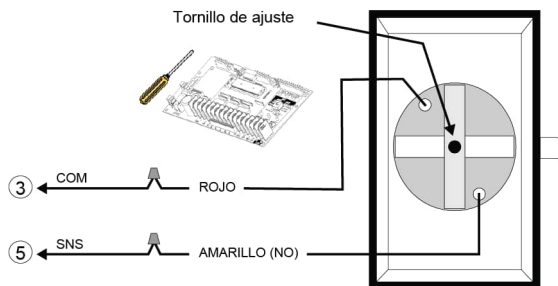
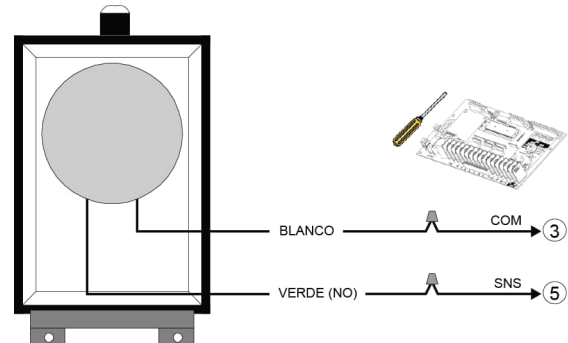

Figura 20 - AIRSWITCH 001 / 007
Figura 21 - AIRSWITCH 009 / 018
3. Utilizar un cable en espiral o carrete de recogida para conectar el interruptor de aire a los terminales del operador. Instalar los cables eléctricos de acuerdo con la Figura 20 o la Figura 21.